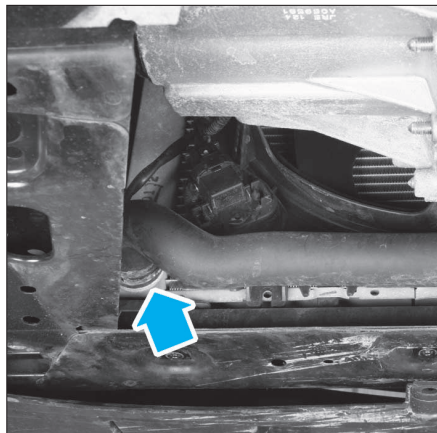

FIG. 41
- Déposer le collier à l'aide d'une pince appropriée (outil Renault Mot. 1448) et débrancher la durit inférieure du radiateur de refroidissement, située dans l'angle inférieure gauche (Fig.41). Diriger son extrémité vers un bac de récupération.
- Rebrancher la durit inférieure sur le radiateur de refroidissement, avec son collier (Fig.41).